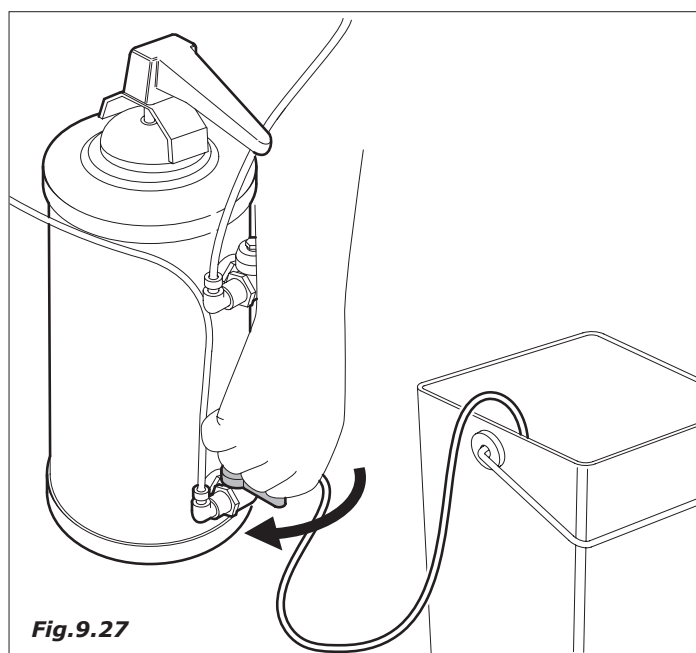

Fig.9.27
- togliere tensione e richiudere il rubinetto (Fig.9.27)